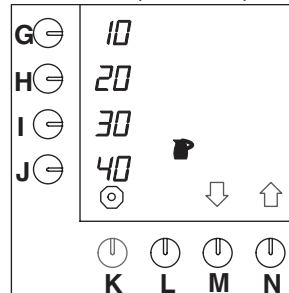

Abb. 27 Ändern der vorprogrammierten Wahlkosten für Kannen
- Drücken Sie auf die Wahlkosten (N.)↑, bis Abb.27 im Display erscheint.